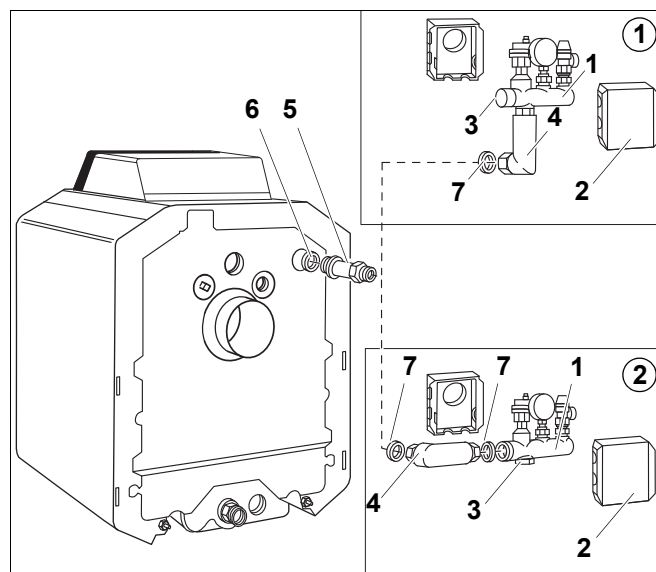

Рис. 1 Комплект безопасности для котла G125
1. Вверх сбоку от котла (пример ①; Рис. 1).
2. Сбоку от котла (пример ②; Рис. 1).
3. Вверх за котлом (как пример 1, но коллектор со штуцерами (Рис. 1, [1]) повернут на 180°, без рис.).
- Вверните двойной ниппель G1 x G1 (Рис. 1, [5]) с уплотнительным кольцом в отверстие предохранительной подающей линии котла.
- В зависимости от варианта монтажа комплекта безопасности наверните заглушку (Рис. 1, [3]) на нижний или боковой штуцер коллектора.
- Вложите уплотнение в резьбовое соединение (Рис. 1, [4]) и соедините уголок с коллектором.
- Вырежьте теплоизоляционные элементы (Рис. 1, [2]) в соответствии с подключениями, например, для слива от предохранительного клапана. Вставьте теплоизоляционные элементы сверху один в другой и затем сожмите их внизу.